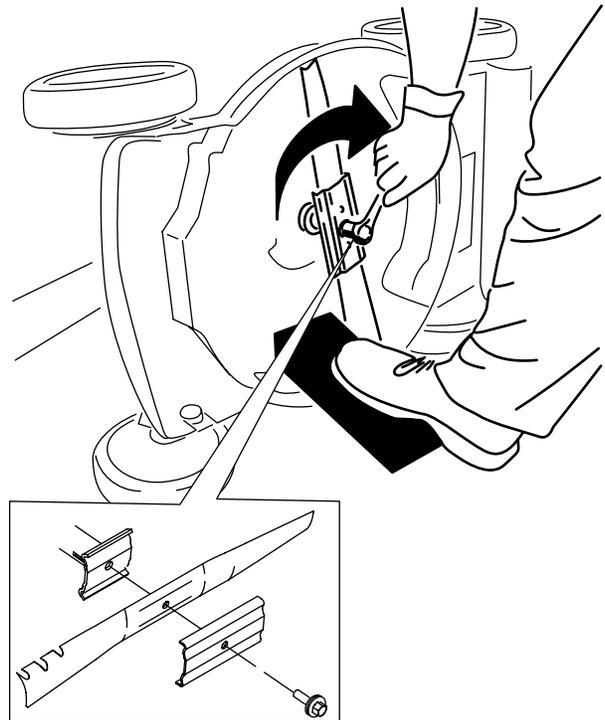

Figura 35
5. Instale la cuchilla nueva y todos los herrajes de montaje (Figura 35).